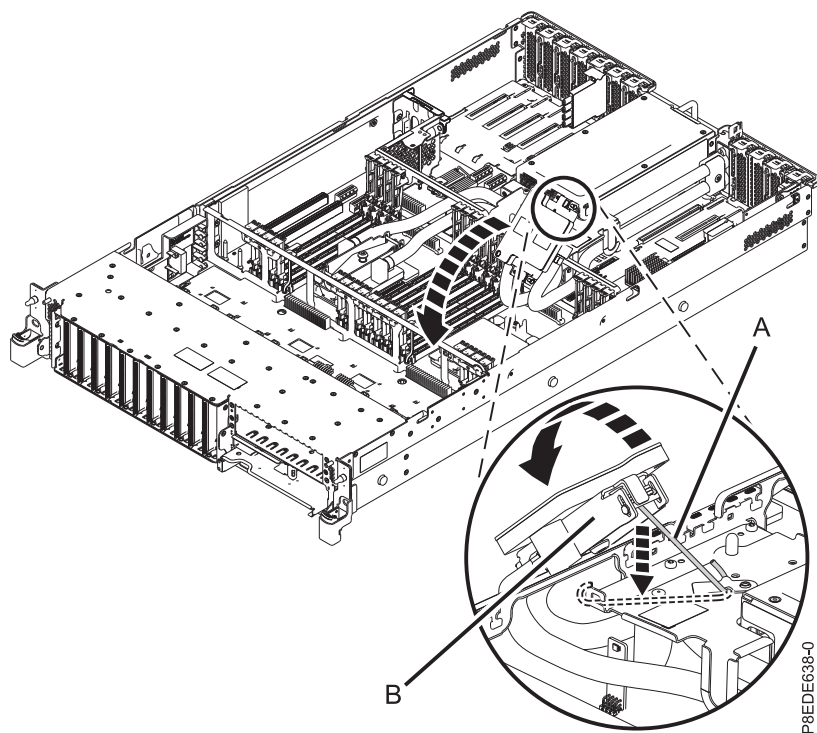

図 41. 冷却プレートをシステム・プロセッサ・モジュールの位置に合わせる
- a. 保守フック **(A)** から冷却プレート **(B)** のフックを外し、慎重に、冷却プレートをシステム・プロセッサ・モジュールの位置に合わせて乗せます (42 ページの図 41 を参照)。